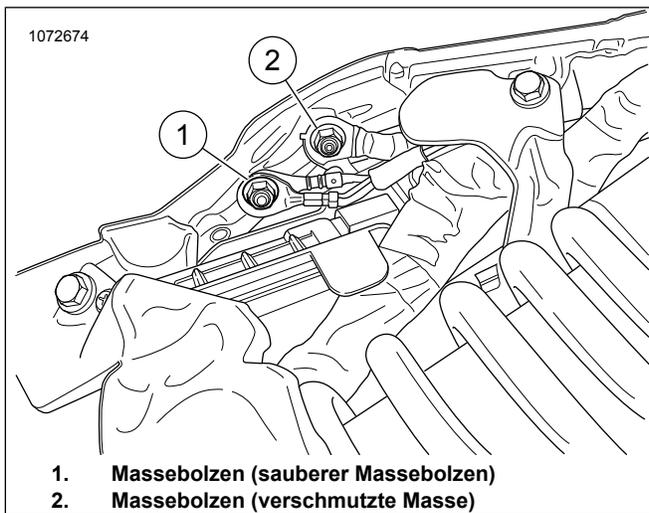

Abbildung 23. Rahmenmasse
Siehe Abbildung 23. Das ATM-Massekabel zum hinteren **sauberen** Rahmenmassebolzen (1) führen und anschließen. Auf folgendes Drehmoment anziehen: